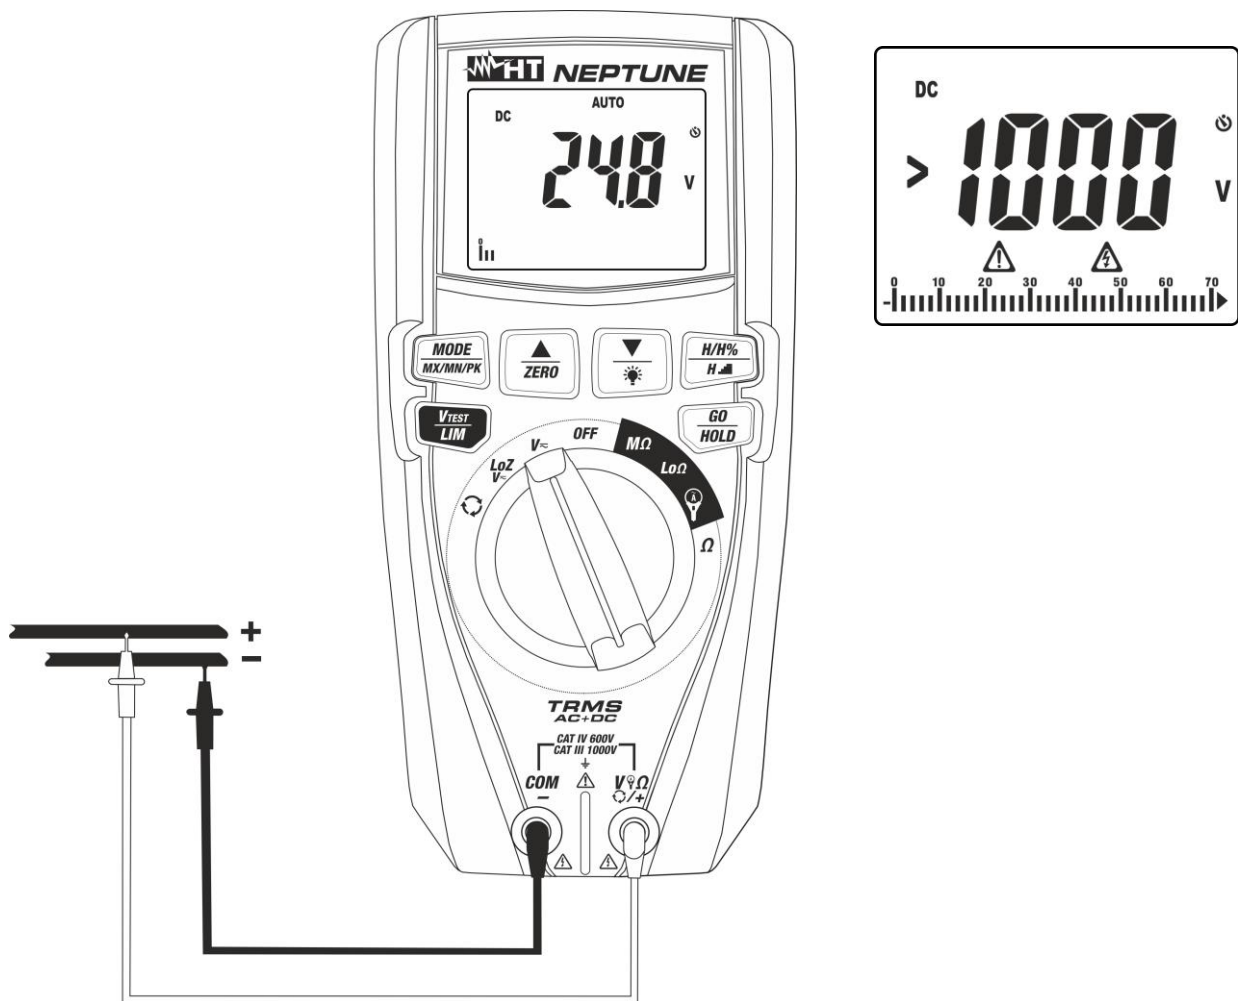
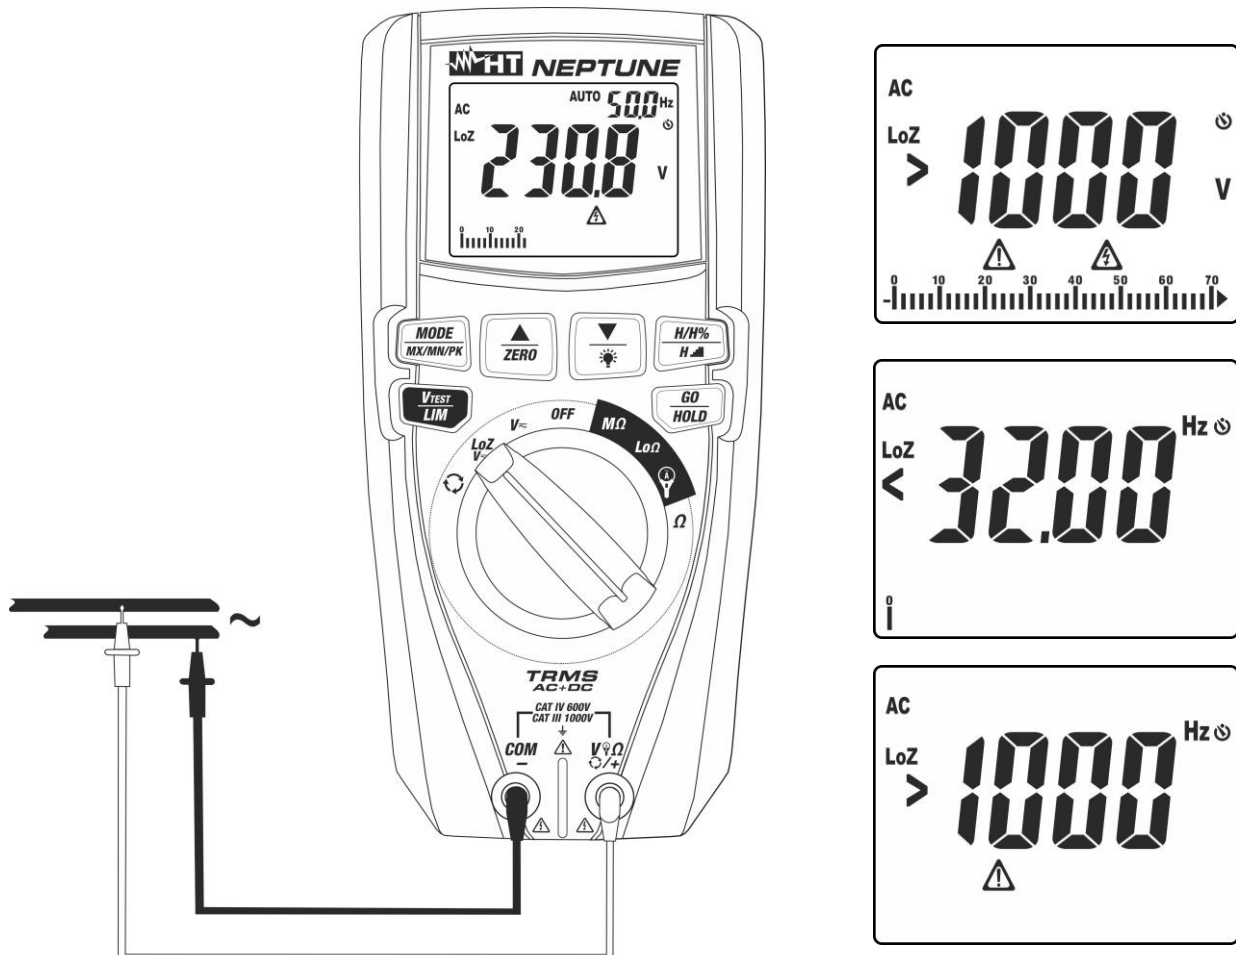

Fig. 6: Uso del instrumento para medida de Tensión CC
Fig. 8: Uso del instrumento para medida de Tensión CA/CC con función LoZ
3. Posicione la punta roja y la punta negra respectivamente en los puntos a potencial positivo y negativo del circuito en examen (ver la Fig. 6). El valor de la tensión se muestra en el visualizador
4. Si en el visualizador se muestra el mensaje **>1000V** (ver la Fig. 6) se ha alcanzado el fondo escala del instrumento
5. La visualización del símbolo **"-"** en el visualizador del instrumento indica que la tensión tiene sentido opuesto respecto a la conexión de Fig. 6.
4. Posicione la punta roja y la punta negra respectivamente en los puntos del circuito en examen (ver la Fig. 8) para la medida de tensión CA o bien en los puntos a potencial positivo y negativo del circuito en examen (vea el Fig. 6) para medida de tensión CC. El valor de la tensión se muestra en el visualizador. En la parte superior derecha del visualizador se muestra el valor de la frecuencia de la tensión. Pulse la tecla **MODE/MXMNPK** para visualizar el valor de la frecuencia con mayor resolución
5. Si en el visualizador se visualizan los mensajes "<32Hz" o ">1000Hz" (vea la Fig. 8) el valor de la frecuencia está fuera del intervalo de medida **32Hz ÷ 1000Hz**
6. La visualización del símbolo "-" en el visualizador del instrumento indica que la tensión tiene sentido opuesto respecto a la conexión de Fig. 6